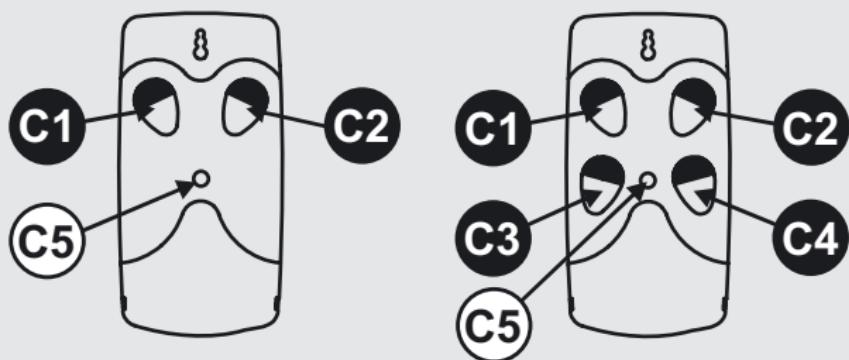

Fig. 5 / Abb. 5
- Fig. 5 Trasmettitori FM 402 e FM 404